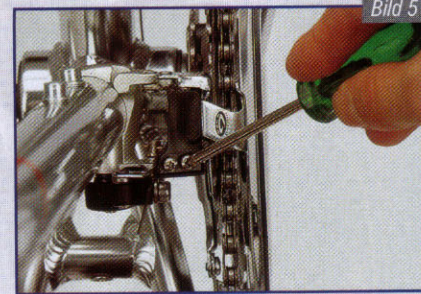

Bild 5
2. Bevor die Umwerferschelle endgültig angezogen wird (Bild 5), muss das äußere Kettenleitblech exakt parallel zum großen Kettenblatt ausgerichtet werden.